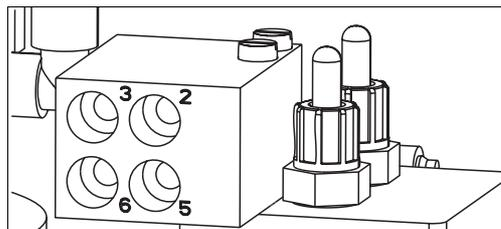

Fig. 12: Morsettiera pneumatica
2. Inserire i tubi flessibili dell'aria compressa nei corrispondenti raccordi. Verificare anche che i numeri, incisi direttamente sul relativo ingresso (o sull'uscita) della morsettiera, siano identici (Fig. 12).